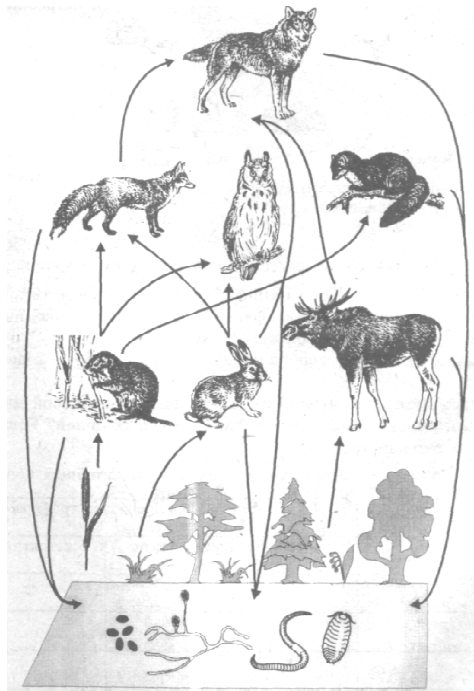

Рис. 3. Пастбищная пищевая сеть в наземном биоценозе
5. Рассмотрите рис. 3 и укажите, какие звенья представлены в изображенной пастбищной пищевой сети. Какую пищевую сеть называют пастбищной?